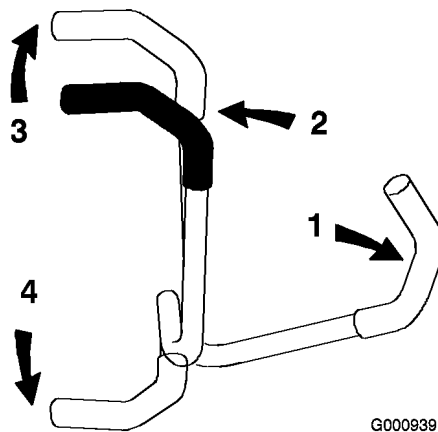

Bild 16
1. Schieben Sie die Fahrtriebshebel (Bild 16) aus der Neutralsperrstellung.
3. Schieben Sie für das Vorwärtsfahren die Fahrtriebshebel langsam vorwärts (Bild 16).
Wenden Sie zum Geradeausfahren auf beide Fahrtriebshebel denselben Druck an (Bild 16).
Bewegen Sie zum Wenden den Fahrtriebshebel in Richtung Neutral, in dessen Richtung Sie wenden möchten (Bild 16).
2. Ziehen Sie zum Rückwärtsfahren die Fahrtriebshebel langsam nach hinten (Bild 16).
Verringern Sie zum Wenden den Druck auf den Fahrtriebshebel an der Seite, in deren Richtung Sie wenden möchten (Bild 16).